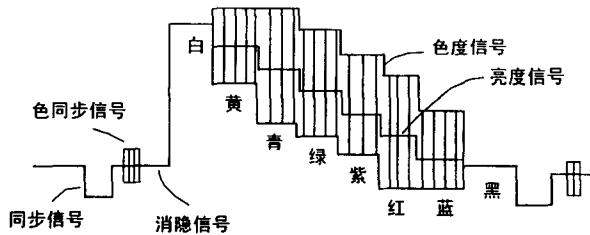

图 1-8 彩条电视信号
彩色电视信号又称为视频复合信号，它由亮度信号、色度信号、色同步信号和消隐信号及同步信号组成，其波形如图 1-8 所示。
(2) 色度信号：色度信号用来显示图像的彩色，频率是 $4.43 \pm 1.3\text{MHz}$ ，色度信号插在亮度信号中间。
(3) 色同步信号：色同步信号用来控制电视机解码电路，使之能对色度信号准确解码。
(4) 同步信号：同步信号包括行同步和场同步信号，用来控制行、场扫描运动。图 1-8 中同步信号是行同步信号。
(5) 消隐信号：消隐信号包括行、场消隐信号，是用来消隐行、场回扫线的。图 1-8 中是行消隐信号。